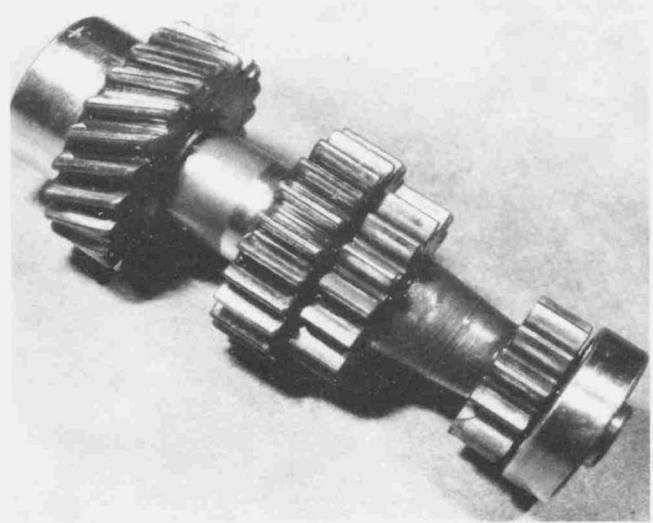

Bild 151
- Die Nebenwelle ist eine einteilige, geschmiedete Welle und kann nicht getrennt werden. Wird nach dem Reinigen festgestellt, dass die Lager ausgebaut und ersetzt werden müssen, sind sie mit einer Abziehvorrichtung von der Welle abziehen (Bild 151).